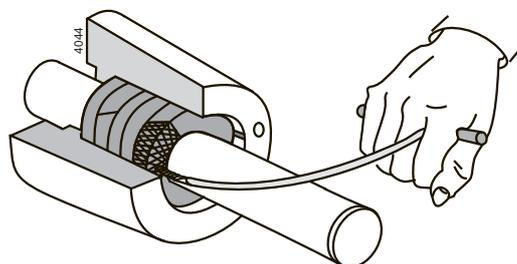

Рисунок 20. Снятие уплотнительных колец при помощи съемника
- Поставщик может предоставить специальный съемник для снятия старых уплотнительных колец. См. рисунок 20.